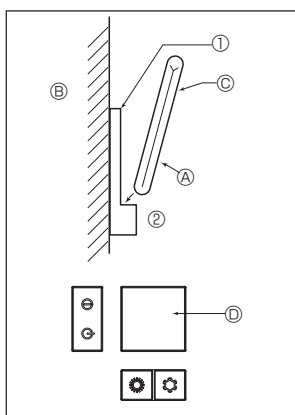
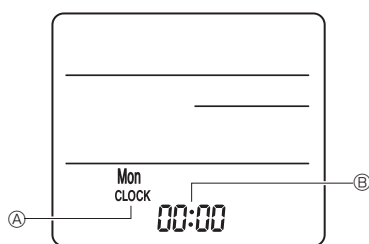

Fig. 7-9
Fig. 7-10
2) Méthode d'installation (Fig. 7-9)
① Attachez le support de la télécommande à l'endroit voulu à l'aide de 2 vis à taraud.
② Mettez la partie inférieure de la télécommande dans le support.
③ Télécommande ④ Mur ⑤ Afficheur ⑥ Récepteur
3) Réglage (Réglage de l'horloge) (Fig. 7-10)
① Insérez les piles ou appuyez sur la touche **CLOCK** à l'aide d'un objet pointu.